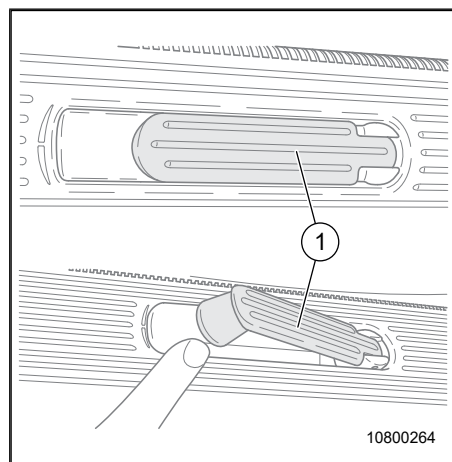

Fig. 58 Commande à manivelle du lanterneau
1. Sortir la manivelle (Fig. 58, pos. 1) du creux en la rabattant.
2. Tourner la manivelle (Fig. 58, pos. 1) dans le sens anti-horaire et amener le lanterneau sur la position souhaitée.
3. Rabattre la manivelle (Fig. 58, pos. 1) dans le creux.
2. Tourner la manivelle (Fig. 58, pos. 1) dans le sens horaire jusqu'à ce que le lanterneau soit fermé et qu'une résistance soit perceptible.
3. Pour assurer un verrouillage fiable, rabattre la manivelle (Fig. 58, pos. 1) dans le creux.